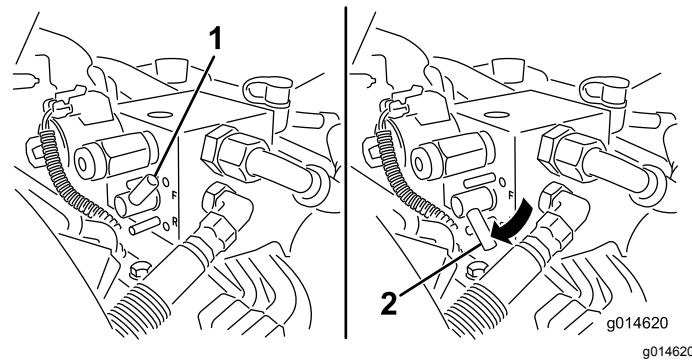

Figura 50
5. Gire la palanca de autoafilado a la posición de MARCHA ATRÁS (R) (Figura 50).